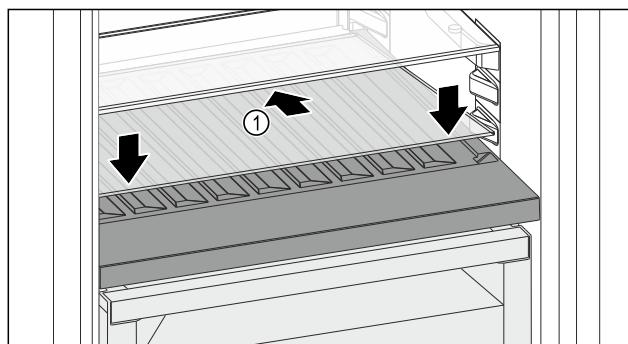

Fig. 100
- Вставьте стеклянную пластину Fig. 100 (1) наискосок и с уклоном назад вниз.
- Опустите стеклянную пластину Fig. 100 (1) спереди.